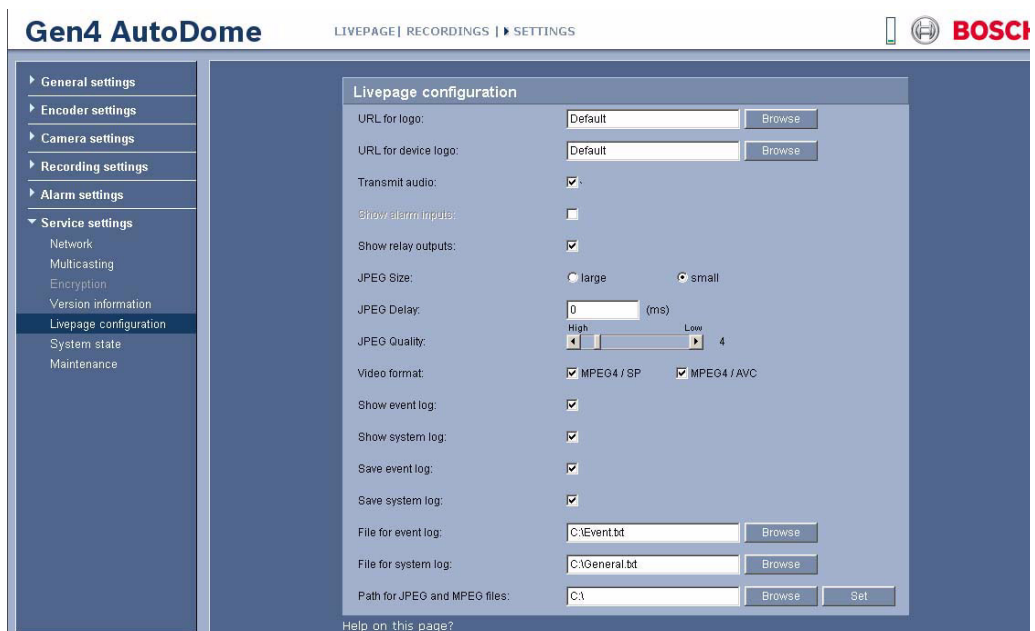

Figure 9.2 Configuration de la PAGE TPS RÉEL
2. Cliquez sur Paramètres d'Administration dans le volet gauche, puis sur Config Page Tps Réel. L'AutoDome IP affiche la fenêtre Configuration de la PAGE TPS RÉEL (voir Figure 9.2).